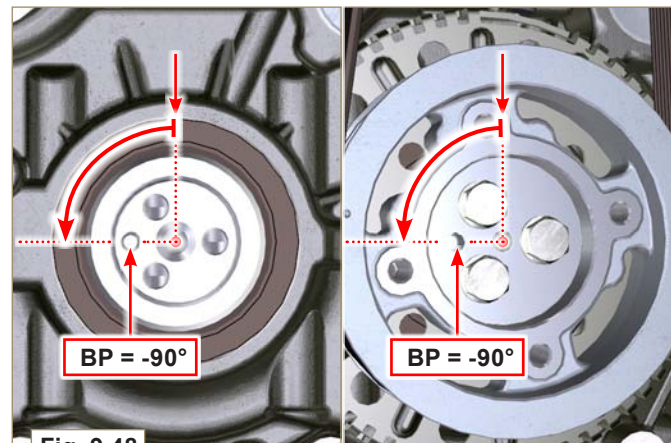

Fig. 9.48
- Sicherstellen, dass sich die Kolben in der Mitte zwischen OT und UT befinden. Von der Ansicht A aus  $\rightarrow$  (Abs. 1.4) Die Kurbelwelle um  $90^\circ$  gegen den Uhrzeigersinn zum OTP des 1. Zylinders drehen und dabei den Kegelstift **BP** der Kurbelwelle wie in Fig. 9.48 gezeigt positionieren.